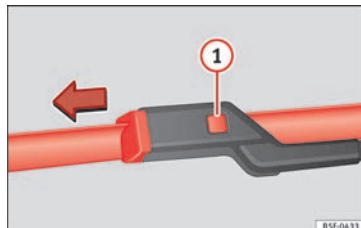

Fig. 171 Remplacement du balai d'essuie-glace avant.
- Appuyez sur le bouton de sécurité ① » **fig. 171**.